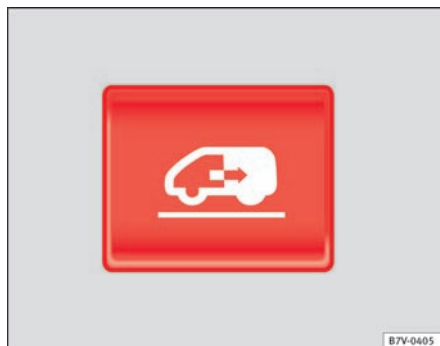

Fig. 51 I instrumentpanelet, i bilnøglen eller på den indvendige beklædning foran skydedøren: knap til åbning og lukning af elektrisk skydedør
Åbning af elektrisk skydedør	Tryk på knappen ⇒ Fig. 51 i instrumentpanelet, i bilnøglen eller på den indvendige beklædning foran skydedøren. Skydedøren åbner med kraftbegrænsning, så længe du ikke trykker på knappen igen. Træk et kort øjeblik i det indvendige eller udvendige dørhåndtag. Skydedøren åbner automatisk.
Elektrisk lukning af skydedør	Tryk på knappen ⇒ Fig. 51 i instrumentpanelet, i bilnøglen eller på den indvendige beklædning foran skydedøren. Skydedøren lukker med kraftbegrænsning, så længe du ikke trykker på knappen igen. Under lukningen lyder der advarselssignaler. Træk et kort øjeblik i det indvendige eller udvendige dørhåndtag. Skydedøren lukkes med kraftbegrænsning. Under lukningen lyder der advarselssignaler.
- Tryk på knappen  ⇒ Fig. 51, og hold den inde. **Skydedøren lukkes med maksimal kraft!**